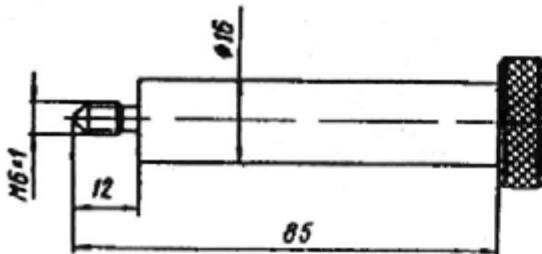

Рис. 240. Технологический винт для соединения корпуса поршня со штоком усилителя
10. Технологическим винтом (рис. 240) соедините корпус поршня со штоком 22 (рис. 231), для чего заверните технологический винт в шток со стороны корпуса поршня приблизительно на три оборота. Подсобранный узел вставьте в основание корпуса, смажьте рабочую цилиндрическую поверхность корпуса поршня смазкой ЦИАТИМ-221.